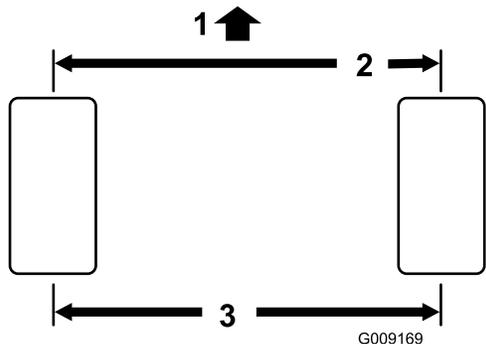

图55
2. 测量前、后转向轮胎中心到中心轮轴高度的距离 (图 55)。